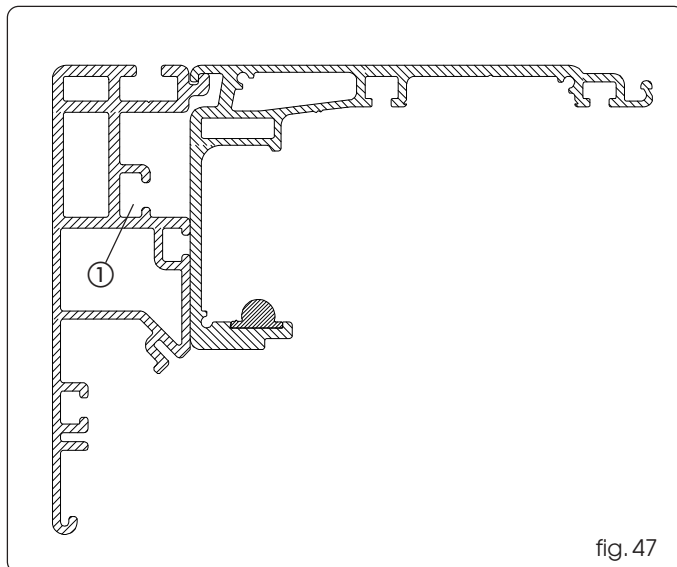
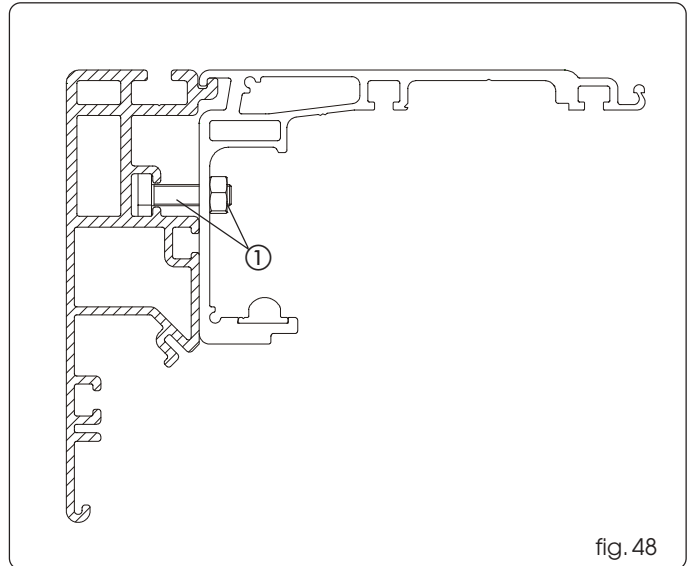

fig. 47
fig. 48
Introduzca los tirantes M8 a tal fin destinados (el número de tirantes varía en función de la longitud del travesaño) en la ranura del perfil autoportante (fig. 47 ref. ①).
Enganche el perfil de sostén al perfil autoportante (fig. 47) y ensámblelos utilizando los tornillos tirantes y las tuercas, en coincidencia con las ranuras horizontales presentes en el perfil de sostén (fig. 48 ref. ①).